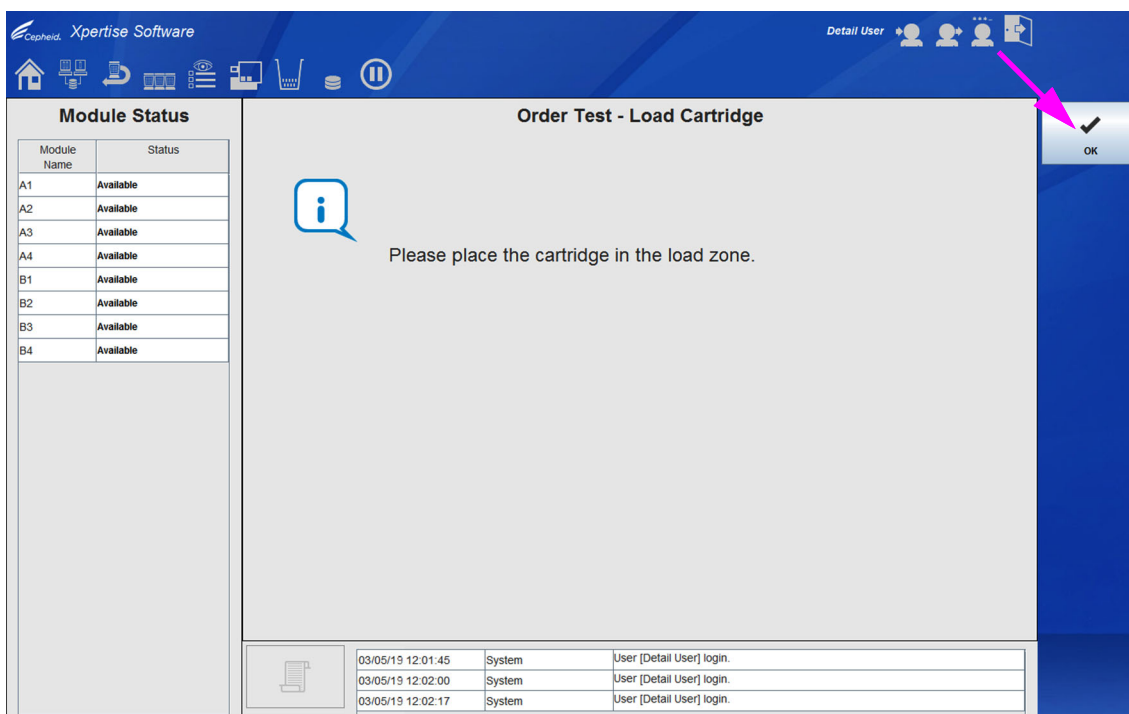
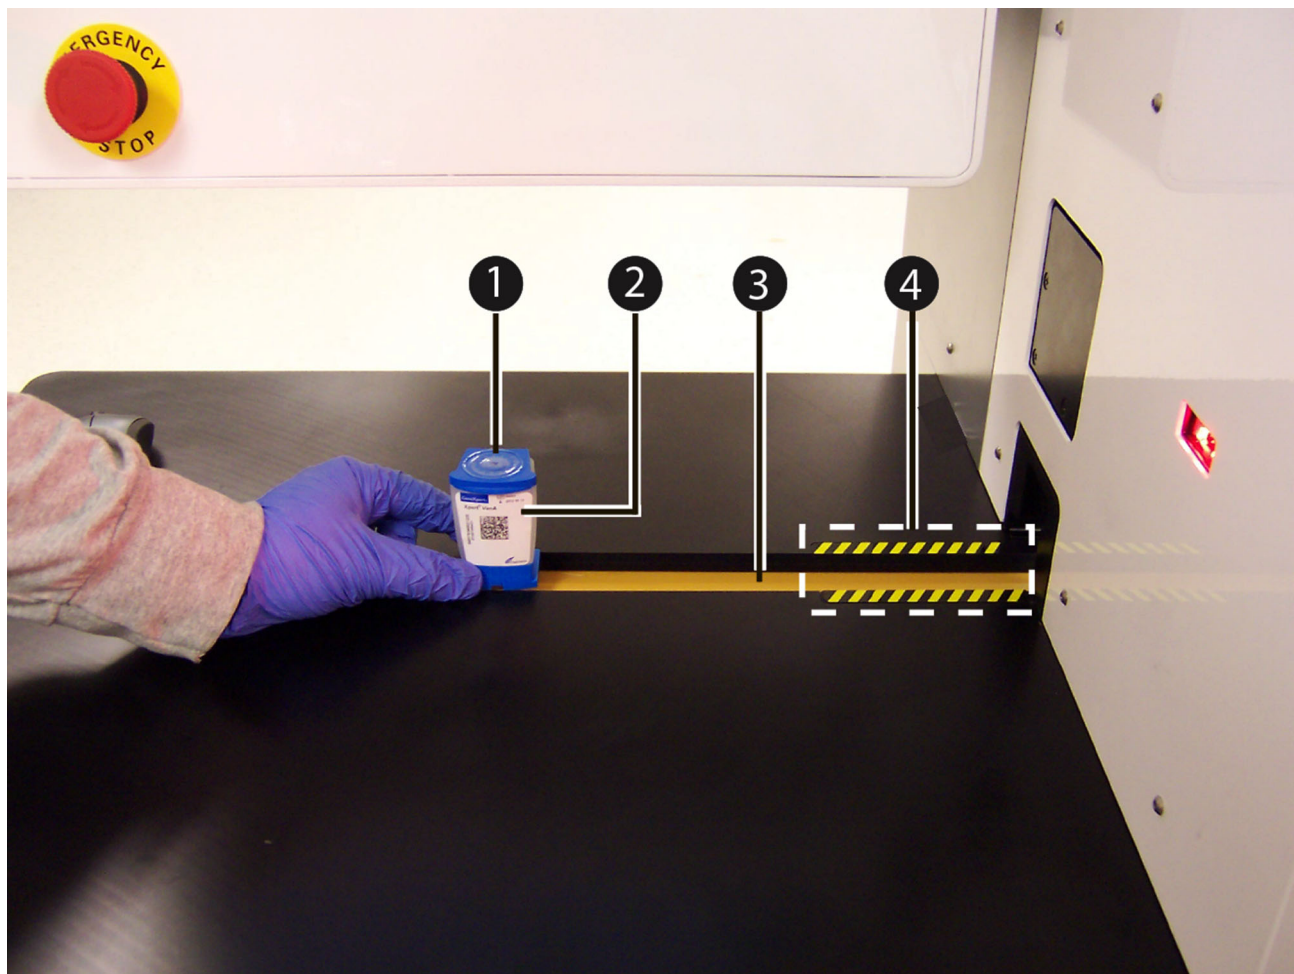

図 5-168. テストのオーダー – カートリッジの装填ワークスペース
図 5-169. コンベヤーにカートリッジを配置します
- 必要に応じて追加情報またはメモを入力し、**送信 (SUBMIT)** ボタンを選択します。テストのオーダー – カートリッジの装填 (Order Test – Load Cartridge) ワークスペースが表示されます。図 5-168 を参照。
7. テストのオーダー – カートリッジの装填 (Order Test – Load Cartridge) ワークスペース (図 5-168 を参照) で指示され、図 5-169 に示されているように、黄色と黒色の線 (アイテム # 4) の外側のコンベヤー (アイテム # 3) の装填ゾーンでカートリッジ (アイテム # 1) を装填または配置します。ラベル (アイテム # 2) が手前に向いているのを確認して、カートリッジをコンベヤーに配置してください。
8. **OK** ボタンを選択してテストを開始します。図 5-168 を参照。